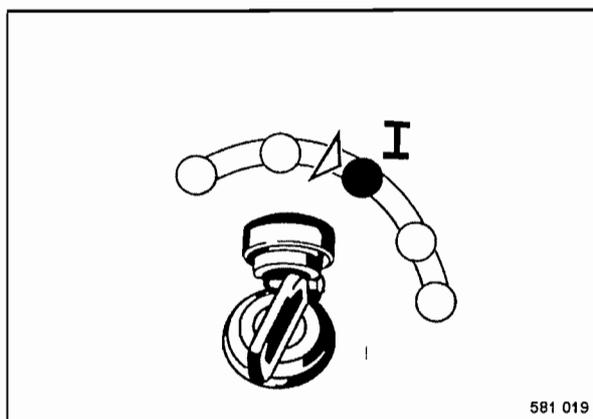

Fig. 30
- Girar la llave de encendido (Fig. 30) en posición "I".